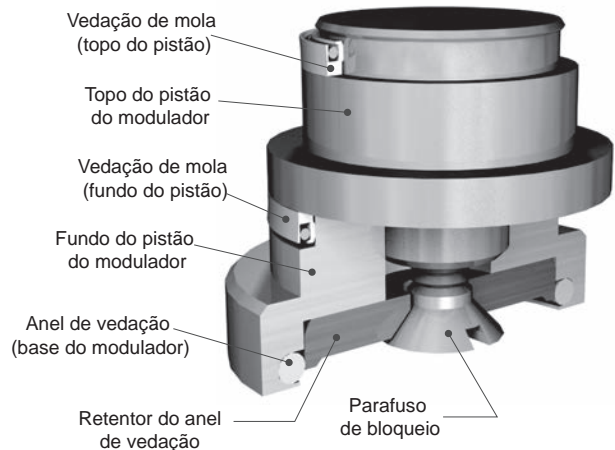

Figura 62: Montagem do pistão do modulador
- h. O Conjunto Final do Pistão do Modulador está exibido na Figura 62.